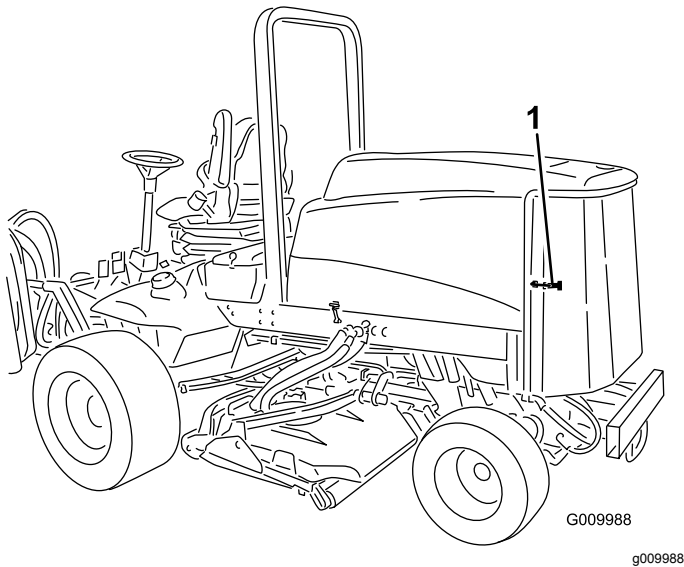

Bild 50
1. Entriegeln und schwenken Sie das hintere Drehgitter in die geöffnete Stellung (Bild 50). Entfernen Sie alle Schmutzrückstände aus dem Drehgitter.